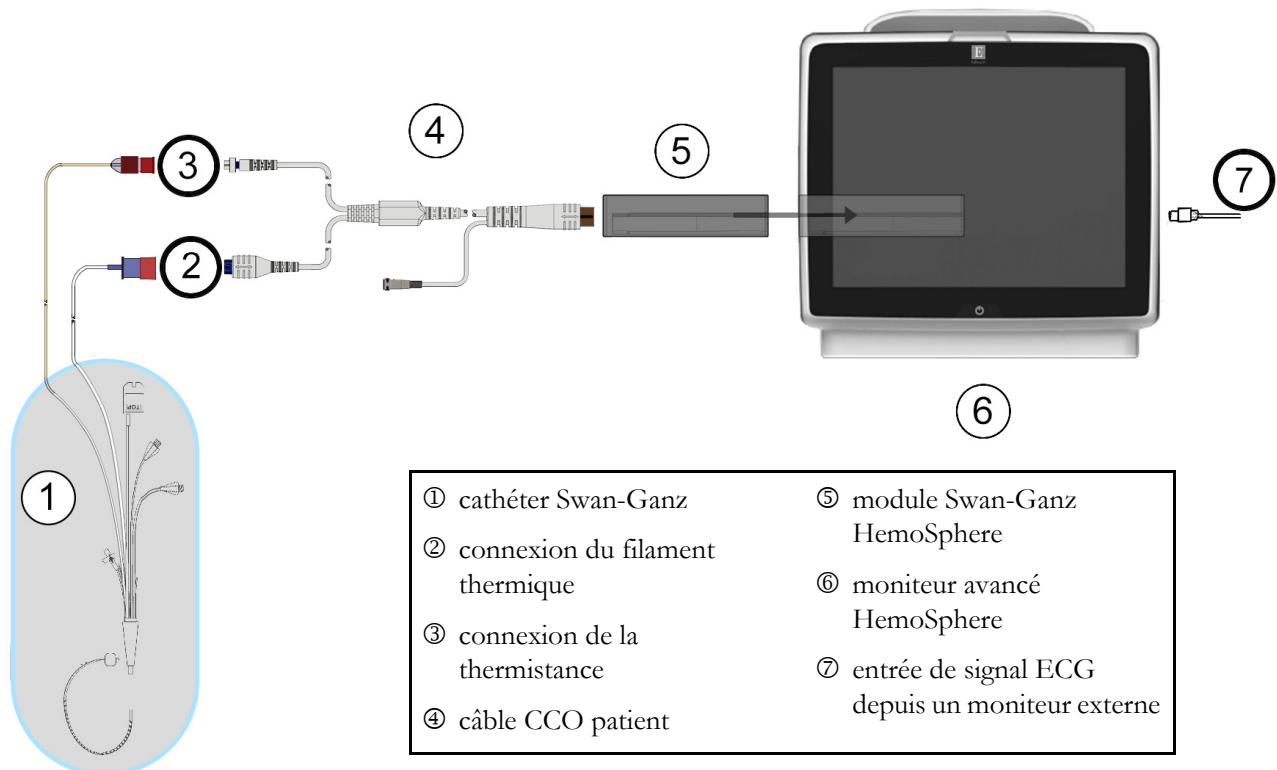

Figure 9-7 Présentation des connexions VTD/FEVD
- 2 Connecter l'extrémité dotée du cathéter du câble patient aux connecteurs de thermistance et de filament thermique sur le cathéter CCombo V Swan-Ganz. Ces connexions sont désignées par les numéros ② et ③ dans la figure 9-7.